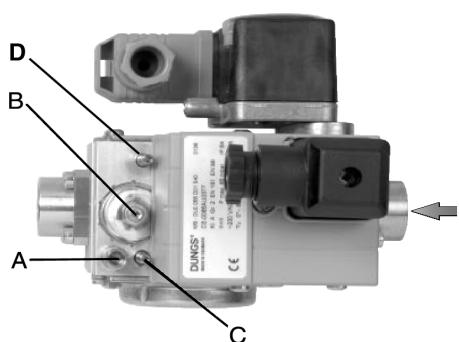

Рис. 8 - DUNGS MBC 65 - DLE
- отвинтить винт A (Рис. 8) на штуцере отбора давления и подсоединить манометр;
- установить на минимальное значение регулятор давления, поворачивая регулировочный винт B (Рис. 8) против часовой стрелки;
- отрегулировать пламя на фазе розжига, используя байпас C (см. Рис. 8 п.10). При вращении по часовой стрелке расход газа уменьшается, а против часовой стрелки - увеличивается. Рекомендуется не увеличивать сильно расход при розжиге, чтобы не влиять на эффективную работу стабилизатора D (Рис. 8).
Воздействовать на регулятор давления до тех пор, пока не получите желаемый расход, с помощью регулировочного винта B (Рис. 8): для увеличения расхода крутите винт по часовой стрелке, для его уменьшения - против часовой стрелки.
Регулировочный клапан D редуктора основного количества газа на заводе - изготовителе оставляется в полностью открытом состоянии: его положение не должно НИКОГДА изменяться! После выполнения всех настроек, закрутить стопорный винт A (Рис. 8) в отверстии для измерительного прибора. Регулировочный клапан D редуктора количества основного газа на заводе - изготовителе оставляется полностью открытым: его положение нельзя изменять. После выполнения всех регулировок завинтить полностью винт A (Рис. 8), имеющийся на штуцере для манометра..